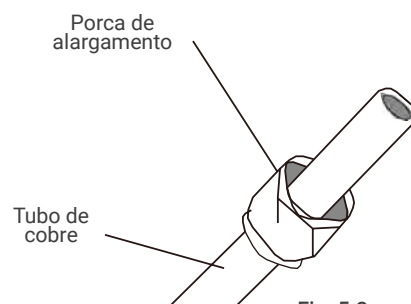

Fig. 5.3
3. Coloque as porcas de alargamento em ambas as extremidades do tubo. Certifique-se de que estão viradas na direção correta, visto que não conseguirá colocá-las ou mudar a sua direção após o alargamento. Ver Fig. 5.3.